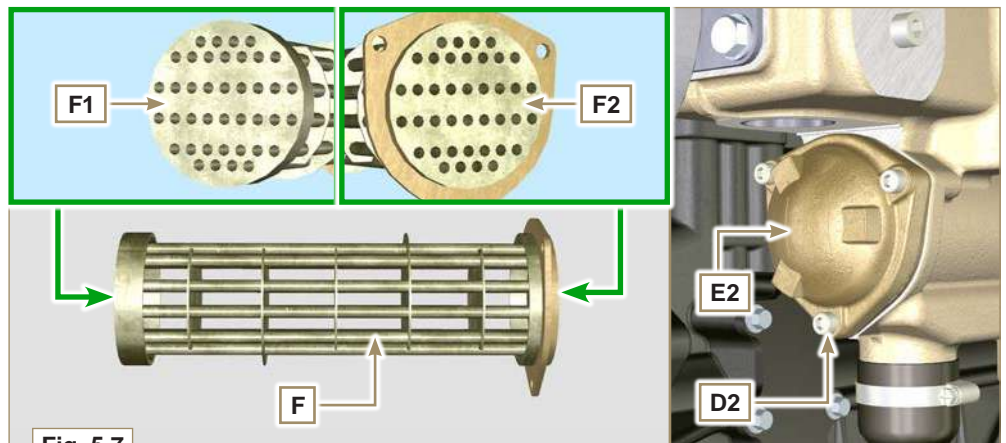

Fig. 5.7
**NOTA:** se l'interno dei tubi sui piani **F1** e **F2** (Fig. 5.7) risultassero intasati dalle incrostazioni anche dopo la pulizia effettuata al **punto 6**, è necessario procedere alla pulizia dei tubi tramite strumenti meccanici dedicati.